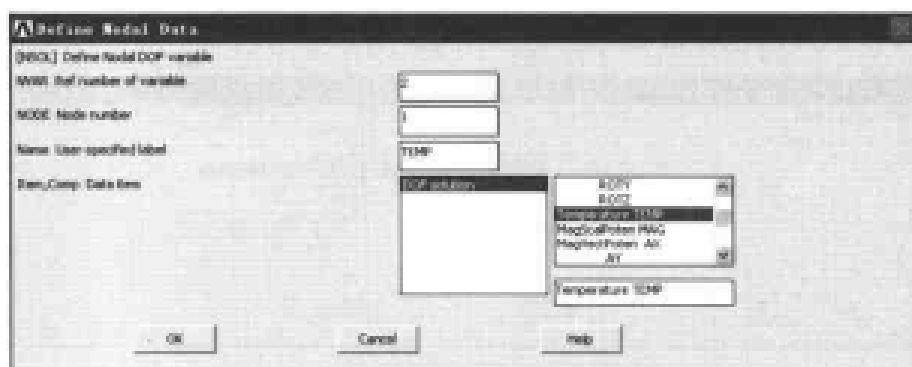

图 13-123 定义时间历程变量对话框
(16) 选择 Utility Menu | Select | Entities 命令, 出现 Select Entities 对话框。在第 1 个下拉列表框中选择 Nodes 选项, 在第 2 个下拉列表框中选择 By Location 选项, 在第 3 个选项组中选 X coordinates 单选按钮, 在 Min,Max 文本框中输入 0.77, 在第 5 个选项组中选 From Full 单选按钮。
(17) 单击 Apply 按钮, 在第 3 个选项组中选中 Y coordinates 单选按钮, 在 Min,Max 文本框中输入 0, 在第 5 个选项组中选中 Reselect 单选按钮。
(18) 单击 Apply 按钮, 在第 3 个选项组中选中 Z coordinates 单选按钮, 在 Min,Max 文本框中输入 0, 在第 5 个选项组中选中 Reselect 单选按钮, 单击 OK 按钮关闭该对话框。
(19) 选择 Utility Menu | Get Scalar Data 命令, 出现 Get Scalar Data 对话框。在 Type of data to be retrieved 的两个列表框中分别选择 Model data、For selected set 选项, 单击 OK 按钮, 出现 Get Data for Selected Entity Set 对话框, 在 Name of parameter to be defined 文本框中输入 NODE2, 在 Data to be retrieved 的两个列表框中分别选择 Current node set、Highest node num 选项, 单击 OK 按钮关闭该对话框。
(20) 选择 Main Menu | TimeHist Postpro | Define Variables 命令, 出现 Defined Time-History Variables 对话框, 单击 Add 按钮, 出现 Add Time-History Variable 对话框, 选中 Nodal DOF result 单选按钮, 单击 OK 按钮, 出现 Define Nodal Data 菜单, 在文本框中输入 NODE1, 单击 OK 按钮, 出现 Define Nodal Data 对话框, 参照图 13-123 对其进行设置, 单击 OK 按钮关闭该对话框。